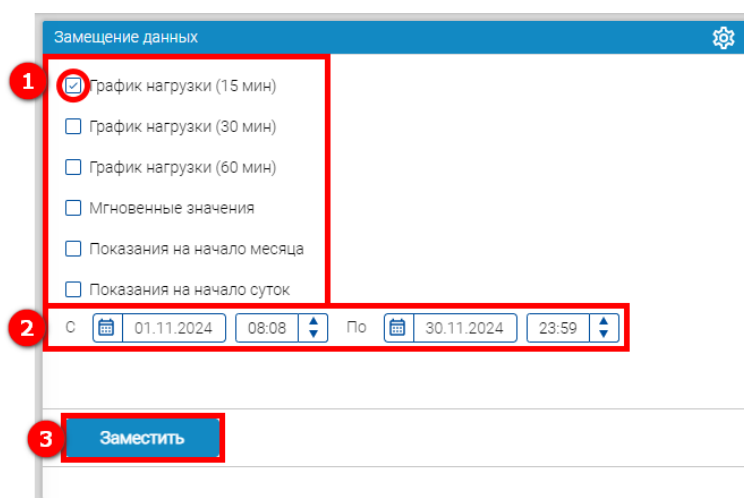

Рисунок 65 – Замещение данных
Для замещения информации необходимо в любом **Дереве объектов** выбрать либо группу учета, либо канал связи, либо конкретное устройство. Далее соответствующими отметками выбрать данные: **График нагрузки 15 минут**, **График нагрузки 30 минут**, **График нагрузки 60 минут**, **Показания на начало месяца** и/или **Показания на начало суток** (1) (см. рисунок 65) и указать период, информация за который будет замещена (2). Далее нажать кнопку **Заместить** (3).